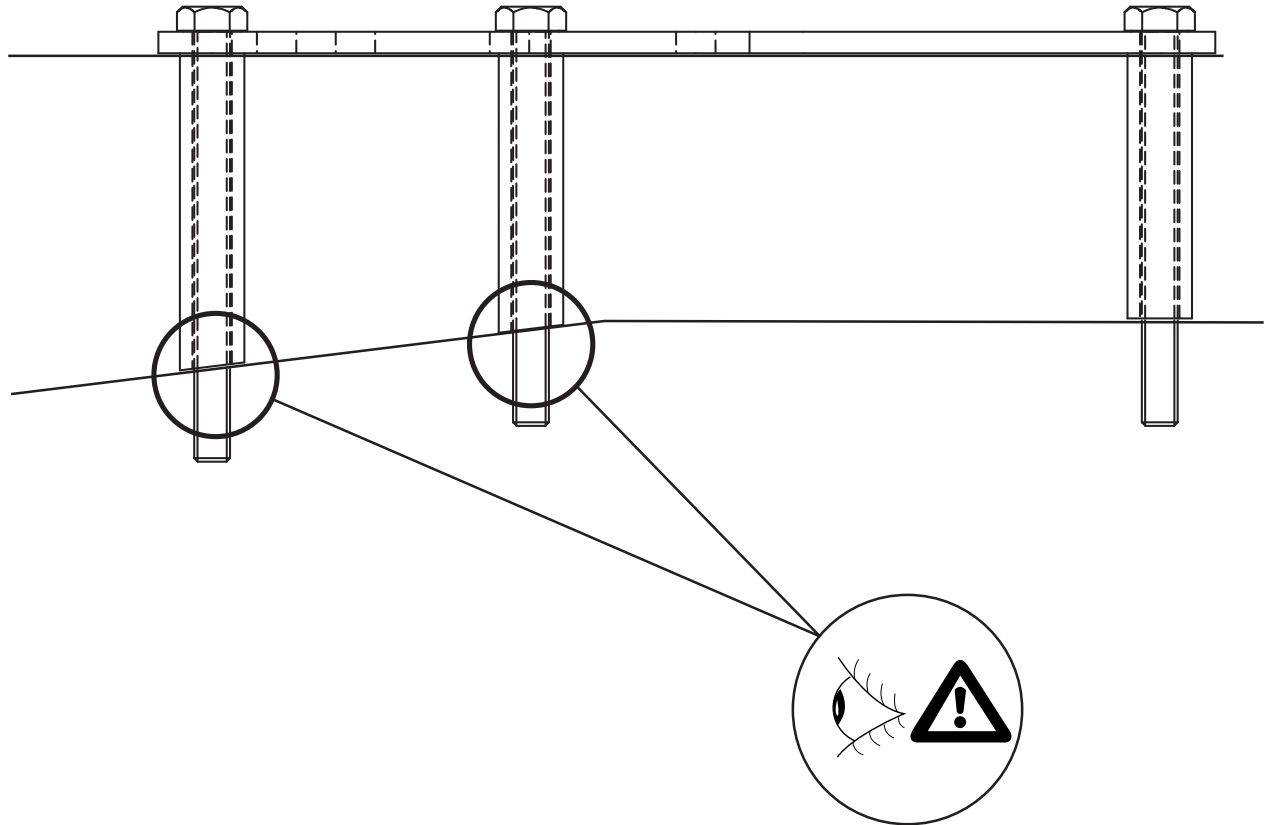

Fig.5
12. Посадить упорные кронштейны и распорные втулки на болты, затем вставить все детали в только что просверленные отверстия. См. рисунок 5.